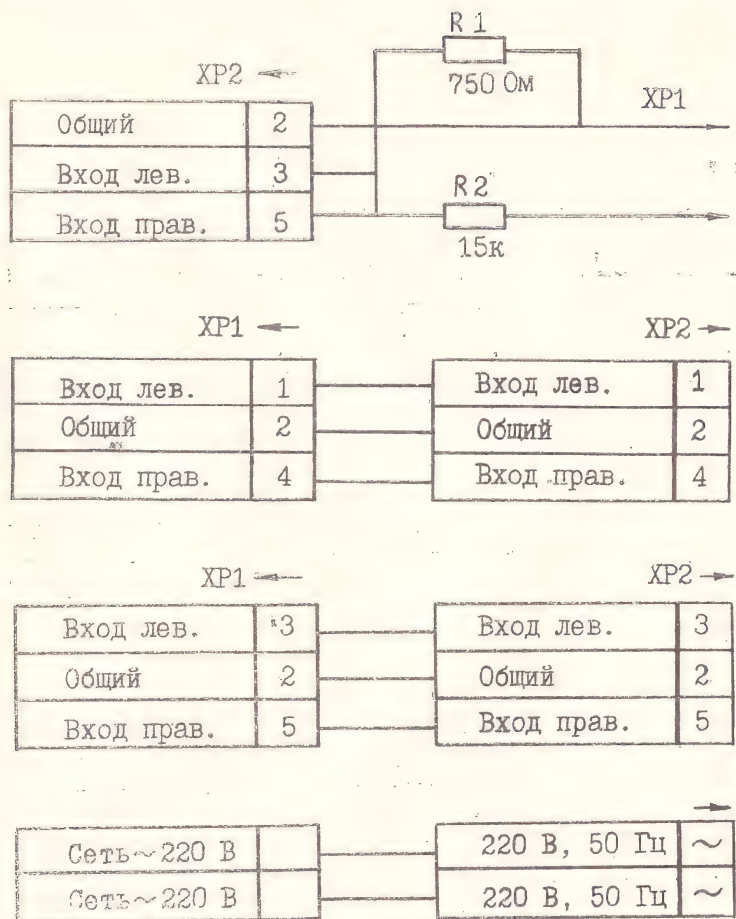

Рис. 3
5.4. Кабели соединительные и схемы их распайки приведены на рис. 3.
Для стереофонической или монофонической записи от стереофонического или монофонического источника сделайте следующие операции: соедините выбранный источник программ с соответствующим ему входом магнитофона соответствующим кабелем: для записи от электропроигрывателя, тюнера и другого магнитофона — белым (см. рис. 3в), для записи от радиовещательного и телевизионного приемников, усилителя звуковой частоты и электрофона — черным (рис. 3б).
Запись от электропроигрывателя, тюнера, другого магнитофона осуществляется подачей сигнала на соответствующий вход магнитофона ПРИЕМН-ЗВУКОСИМ-МФ. Запись от телевизионного и радиовещательного приемников, усилителя звуковой частоты, электрофона осуществляется подачей сигнала на вход МИКРОФОН магнитофона. Запись от радиотрансляционной линии осуществляется с помощью кабеля (см. рис. 3а) на любой из входов (ПРИЕМН. МФ, ЗВУКОСИМ) магнитофона.